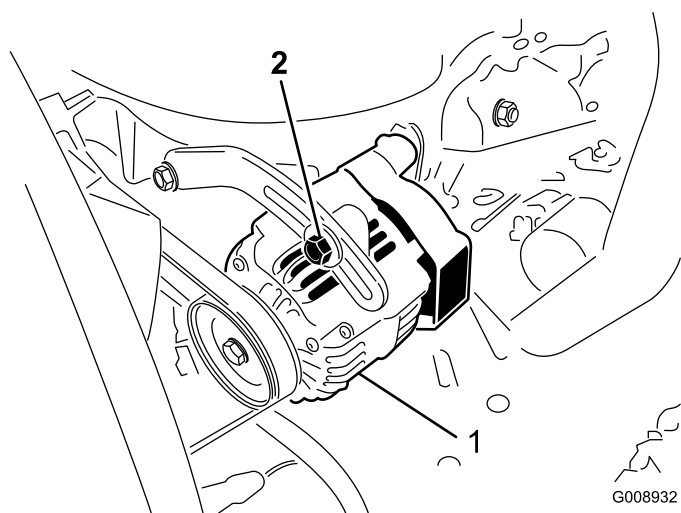

Bild 80
Prüfen Sie den Zustand und die Spannung der Treibriemen (Bild 80) alle 100 Betriebsstunden.
2. Lockern Sie bei einer Durchbiegung von mehr oder weniger als 10 mm die Befestigungsschrauben der Lichtmaschine (Bild 80). Erhöhen oder reduzieren Sie die Spannung des Lichtmaschinen-Treibriemens und ziehen Sie die Schrauben wieder fest. Prüfen Sie die Riemenspannung noch einmal auf korrekte Einstellung.